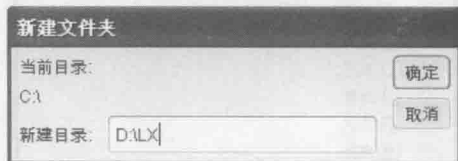

图 1-3 【新建文件夹】对话框
(2) 选择对话框中的【组织】→【新建文件夹】命令,系统弹出【新建文件夹】对话框,如图 1-3 所示。在该对话框的【新建目录】文本框中输入新的工作目录(包括盘符和文件夹,例如 D:\LX),然后单击【确定】按钮,即设置了一个新的工作目录。